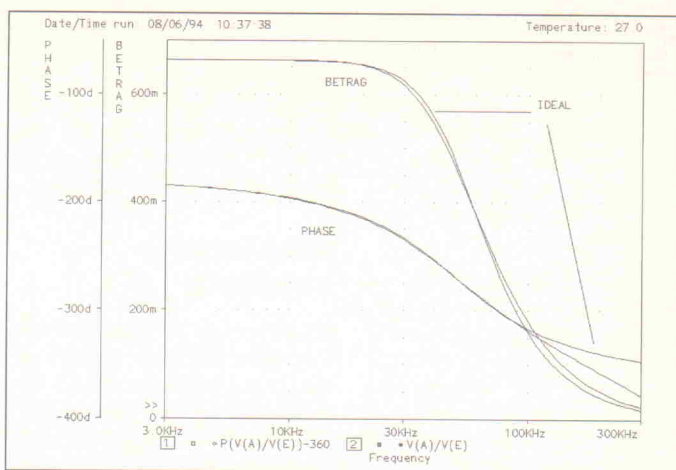

Bild 5: Butterworth-Tiefpaß (ideal) und Simulation der optimierten Schaltung.
Schritt 10a: Die Ergebnisse einer AC-Analyse des Filters mit den verbesserten Werten aus Schritt 7a sind in Bild 5 dargestellt. Der Amplitudengang deckt sich nahezu mit der Ideal-